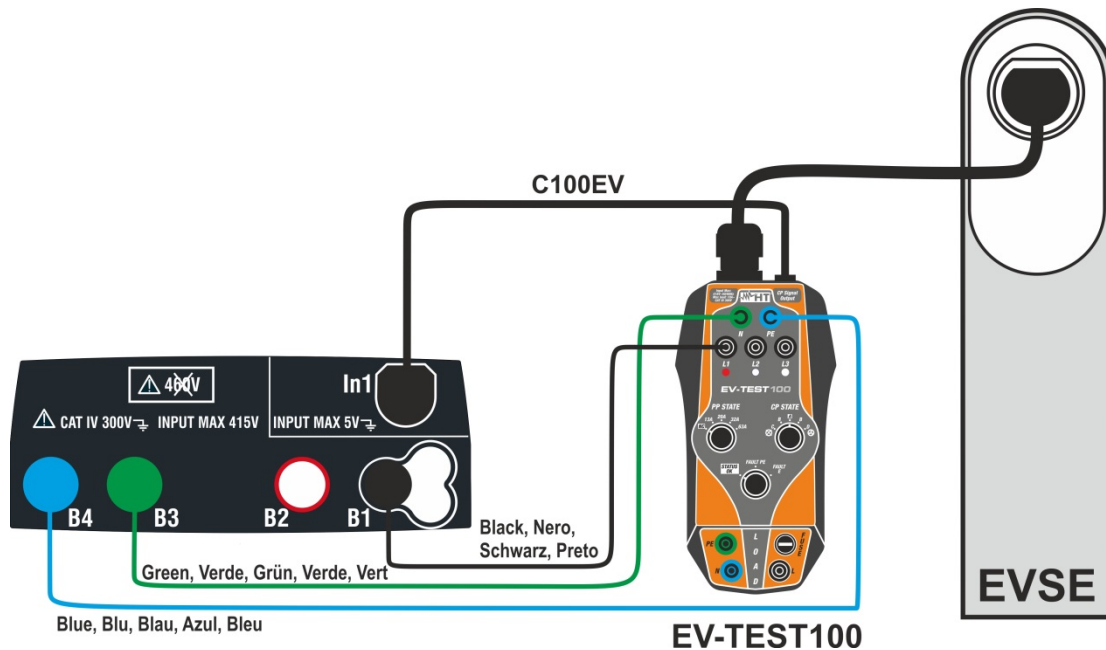

Abb. 38: Verbindung des EV-TEST100 mit dem Gerät und mit dem EVSE-System.
3. Verbinden Sie die Eingangsbuchsen L1, PE und N des optionalen Adapters **EV-TEST100** mit den Eingangsbuchsen **B1, B3** und **B4** des Geräts und verbinden Sie den Adapter mit der Eingangsbuchse **In1** des Geräts mittels des mit dem Adapter mitgelieferten Kabels **C100EV**, wie in der Abb. 38 gezeigt.